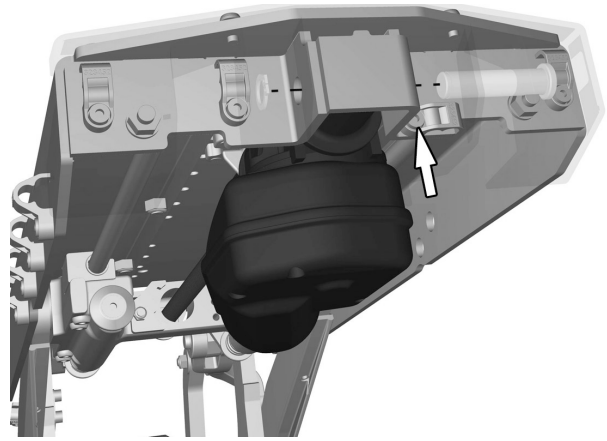

Abbildung 112. Das hintere Ende der Stellvorrichtung mit Achse und Sicherungsring montieren.
5. Kabel mit dem Kabelanschluss anschließen Kabelhalterung mit der Schraube montieren. Siehe Abbildung. 112.
6. Das hintere Ende der Stellvorrichtung mit Achse und Sicherungsring montieren. Siehe Abbildung. 112.